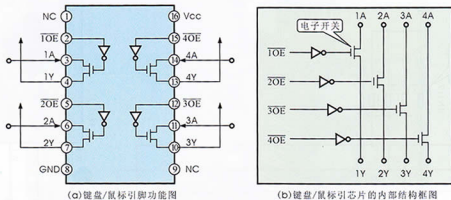

图19-8 键盘/鼠标芯片的引脚功能及内部结构图
① 南桥芯片输出时钟和数据信号经排电阻RN11送到键盘/鼠标芯片中，如图19-8所示为该芯片的内部结构及引脚功能图。